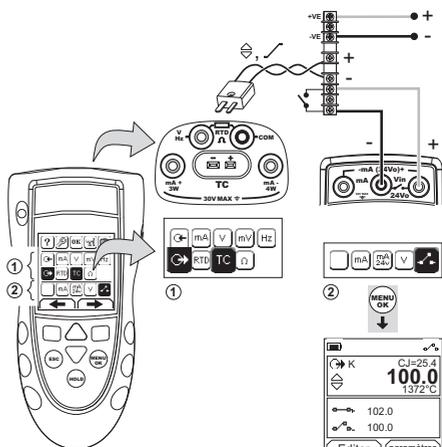

Figure 12 : Exemple de configuration - test de contact
- Raccordez l'instrument (Figure 12) et, si nécessaire, réglez le menu Config. (Tableau 1).